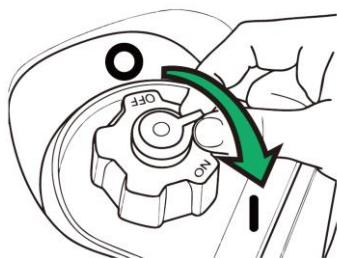

Рисунок 4
- Установите клапан подачи топлива (Рисунок 4) в положение ON (ВКЛ)